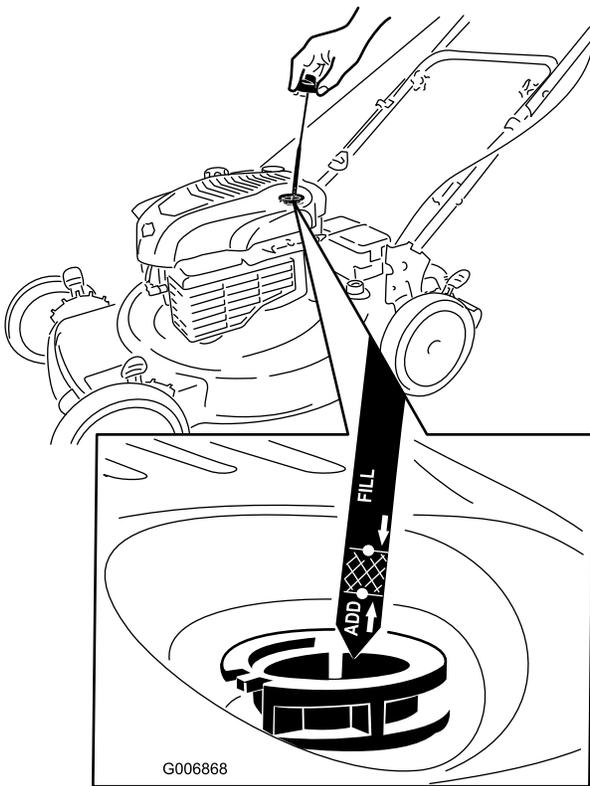

Bild 7
1. Ziehen Sie den Peilstab heraus (Bild 7).
2. Füllen Sie das Öl **langsam** in den Einfüllstutzen ein, um den Ölstand auf die Marke **Voll** am Peilstab anzuheben. Bild 7 **Füllen Sie nicht zu viel ein.** (Max. Füllstand: 0,59 l des Typs: Waschaktives SAE 30-Öl mit der Klassifizierung SF, SG, SH, SJ, SL oder höher durch das American Petroleum Institute (API).)